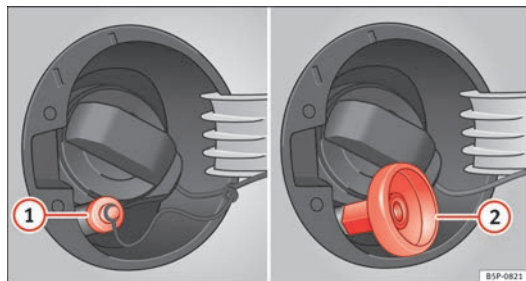

Fig. 153 Tapa del depósito abierta con boca de carga de GLP y adaptador.
- Destape la boca de carga de gas ⇒ fig. 153 (1).
- Enrosque el adaptador correspondiente (2) en la boca de carga de GLP.